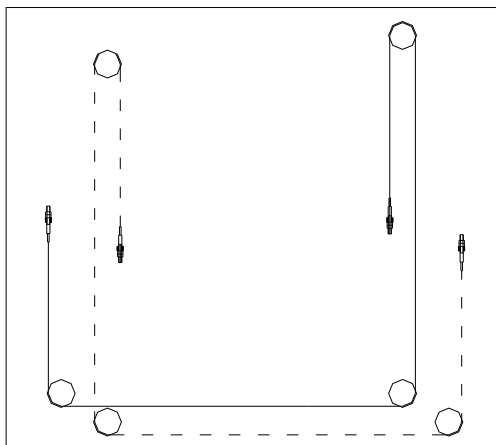

Fig. 30
- ◆ Montera balansvajer enligt Fig. 30. Vajern kan även korsas genom hål i balken före fastsättning av pelare.